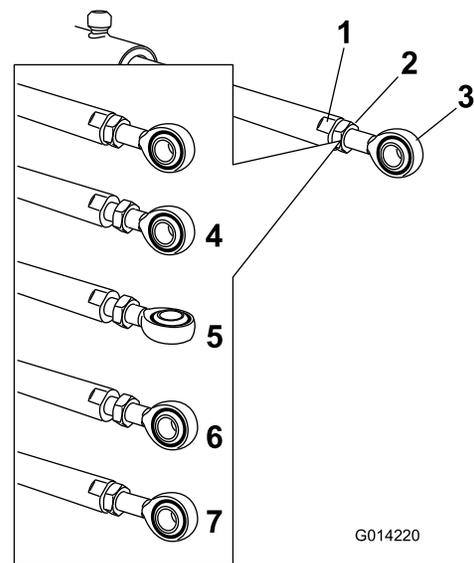

Figura 104
5. Utilize uma chave nos lados planos do acionador para imobilizar e, em seguida, desaperte a porca para permitir que a barra do olhal seja ajustada (Figura 104).
6. Rode a barra do olhal na barra do olhal para diminuir ou aumentar o acionador estendido para a posição desejada (Figura 104).